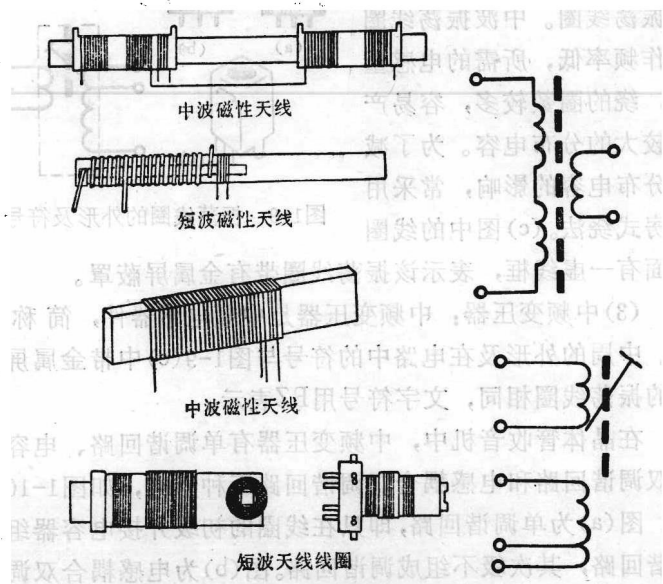

图1-8 天线线圈的外形及符号
(1)天线线圈：天线线圈是一种高频电感器件，采用铁氧体做线圈的芯子，其外形及在电路中的符号，如图1-8所示，文字符号用B表示。天线线圈中的铁氧体芯常采用磁棒，